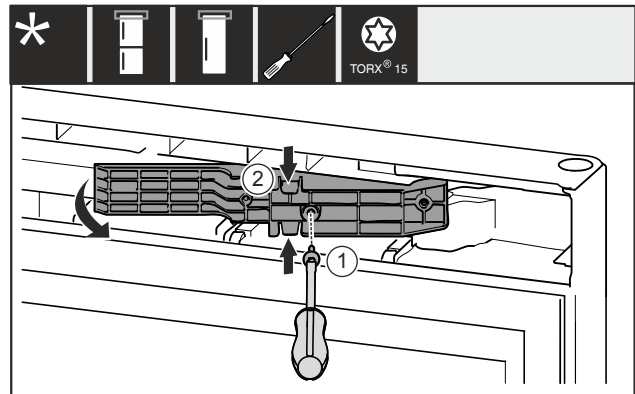

Fig. 15 *
- ▶ Schraube Fig. 15 (1) entfernen.*
- ▶ Adapterstück Fig. 15 (2) oben und unten leicht zusammendrücken und herausziehen.*